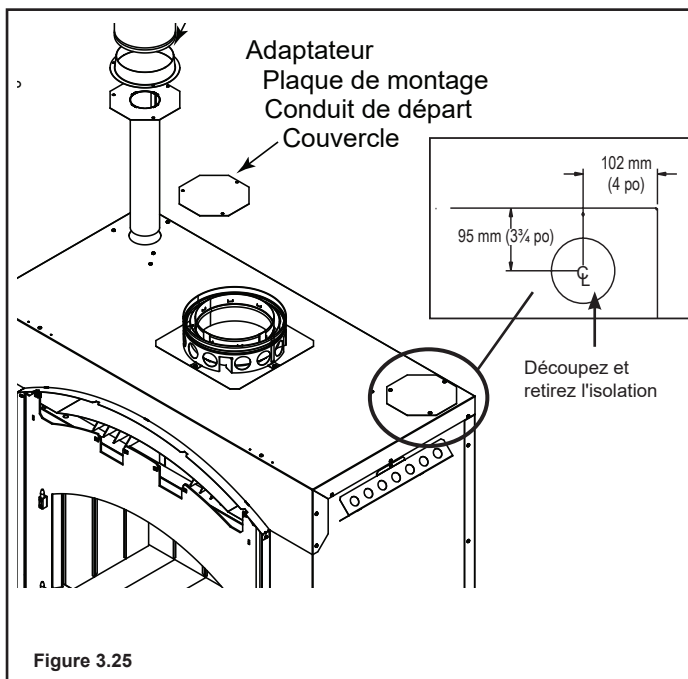

Figure 3.25
- Retirez l'alvéole défonçable ou le couvercle du dessus du foyer et jetez-la. Voir la figure 3.25.
- Découpez un trou de 76 mm (3 po) dans le panneau d'isolation et retirez-le selon les dimensions indiquées à la figure 3.25.